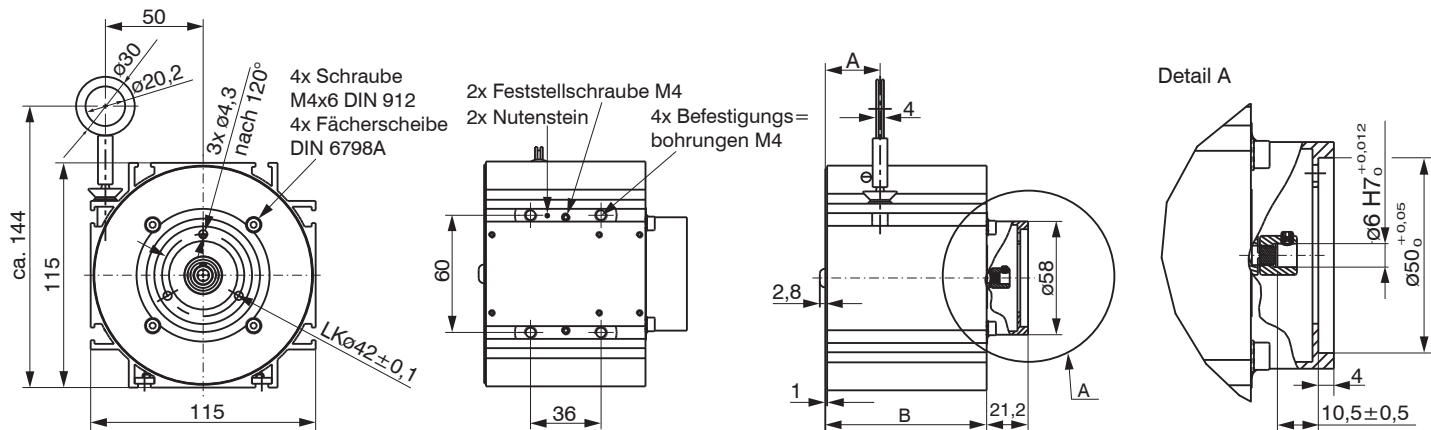

Abb. 6 Baureihe WDS-P115-M, Abmessungen in mm
- Baureihe P115: 4x M6 DIN 931 und 2 Nutensteine, siehe Abb. 6.